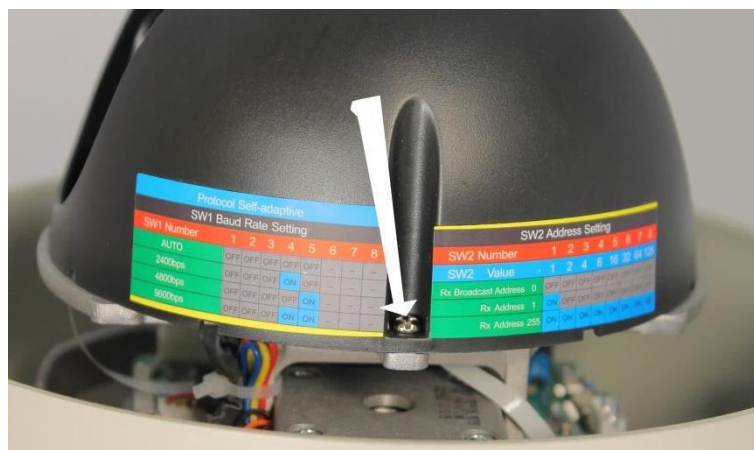

Рисунок 2 – Винт (один из трех) крепления крышки панели DIP переключателей
3) Откройте крышку панели DIP переключателей. С помощью отвертки отверните три винта, расположенных под углом 120° друг к другу, как показано на рис. 2. Настройте переключатели (подробно в главе 1.3. Настройки DIP переключателей).